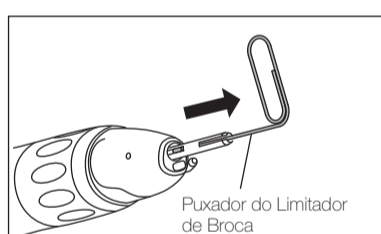

Fig. 4
- 2) Insira o puxador do limitador de broca fornecido na haste. Puxe o limitador de broca prendendo-o à fenda do limitador de broca (Fig. 4).